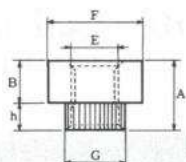

Fig. 2
**Ecrou à sertir autoforant.** Inox. (fig. 2)